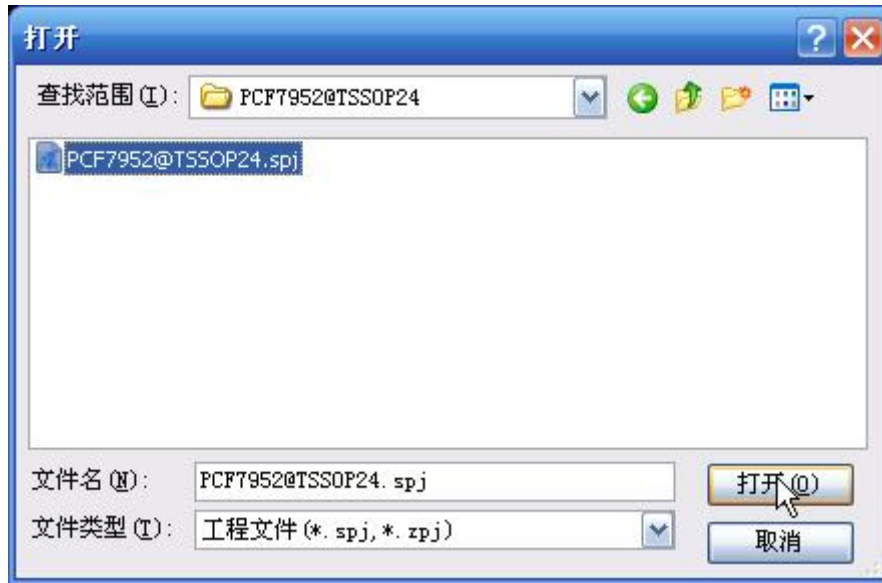

图 2.7.2 打开工程
- c. 下次烧录时，点击工具栏中的“打开工程”，如图 2.7.2 所示。
- b. 生产线打开工程文件夹里的工程文件，如图 2.7.2 所示；